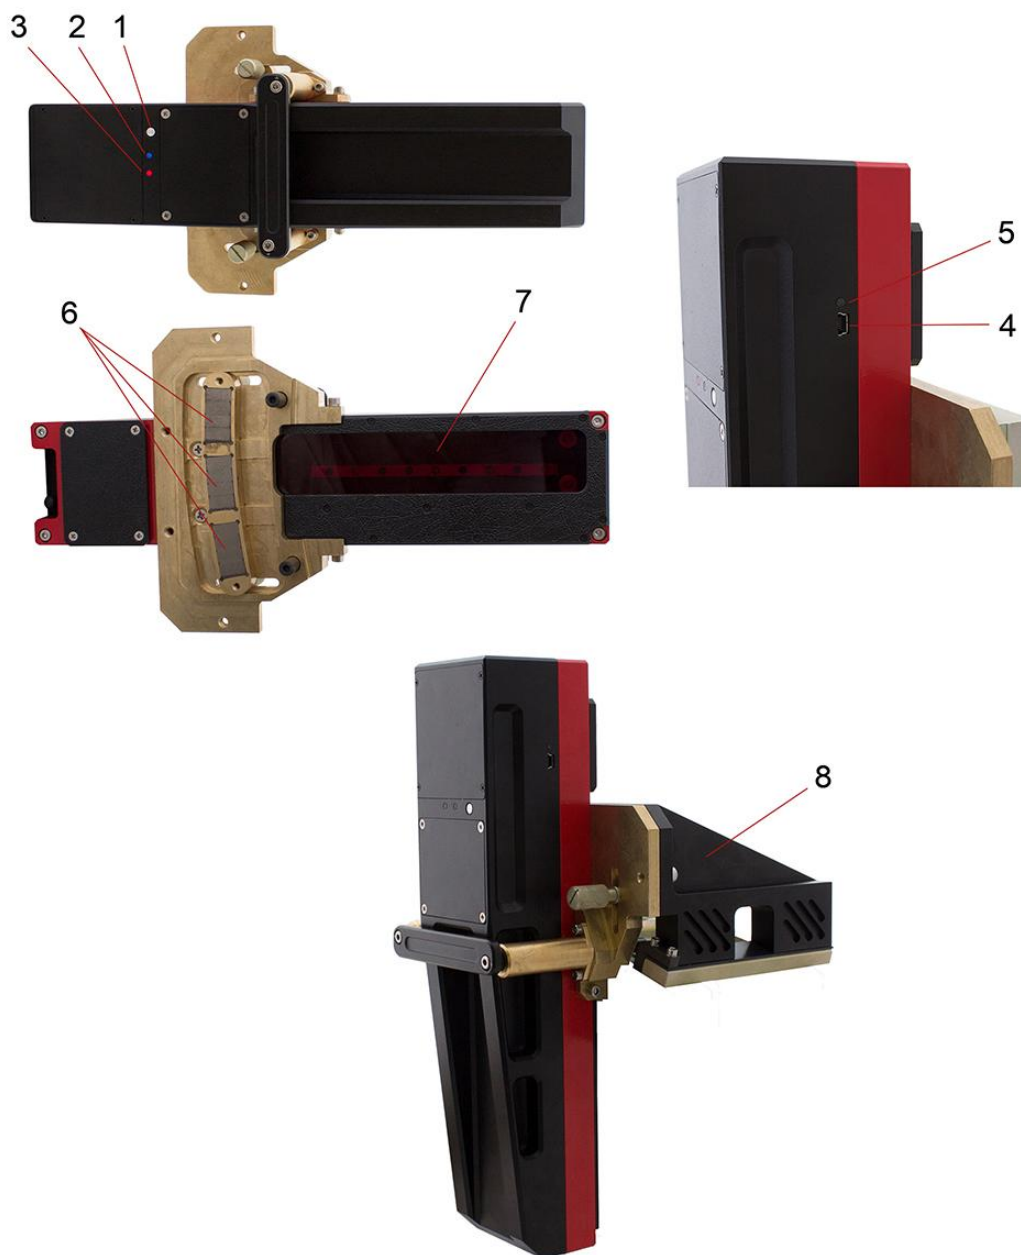

Рисунок 5
Габариты лазерного сканирующего модуля, мм	см. рис. 5
- Включить лазерный модуль, нажав и удерживая кнопку (1), рисунок 5, несколько секунд. При включении лазерного модуля мигает красный светодиод (3).
- После включения лазерного модуля в течение некоторого времени производится автоматическая установка беспроводной связи между модулем и КПК, что сопровождается миганием синего светодиода (2) на лазерном модуле. После установки связи светодиод гаснет.